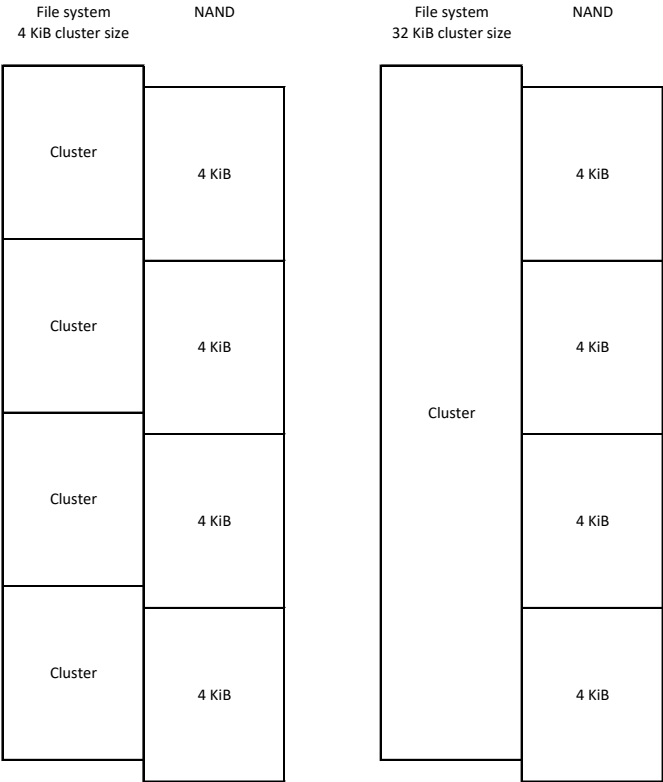

Abbildung 1: Falsch ausgerichtete Partitionen durch ein HDD-Partitionierungsprogramm.
- 3 Abbildung 1 zeigt zwei Beispiele für falsch ausgerichtete Partitionen. Die Partition ist jeweils um einen Sektor (512 Bytes) gegen die Verwaltungsgrenzen im Flash verschoben. Dies tritt häufig auf, wenn ein veraltetes Partitionierungstool verwendet wird, das nur für Festplatten entwickelt wurde. Bei Festplatten starteten Partitionen am Anfang einer Spur, und Spuren hatten maximal 63 Sektoren. Daher legen die alten Partitionierungsprogramme den Start einer Partition historisch auf Sektornummer 63: Die erste Spur enthielt die Sektoren 0 bis 62, die zweite Spur startete mit Sektor 63. Somit kommt es zu einem Versatz von genau einem Sektor.